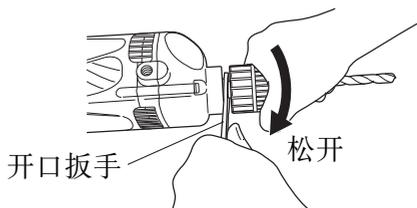

图 3
- (2) 握紧扣环并沿顺时针方向转动套管。拧紧固定之。
- (3) 要拆卸钻头时，握紧扣环并沿逆时针方向转动套管。
- (4) 如果难以拧松套管，请用开口扳手固定轴，握紧套管，并沿拧松方向（前视时为逆时针方向）转动套管（图 3）。